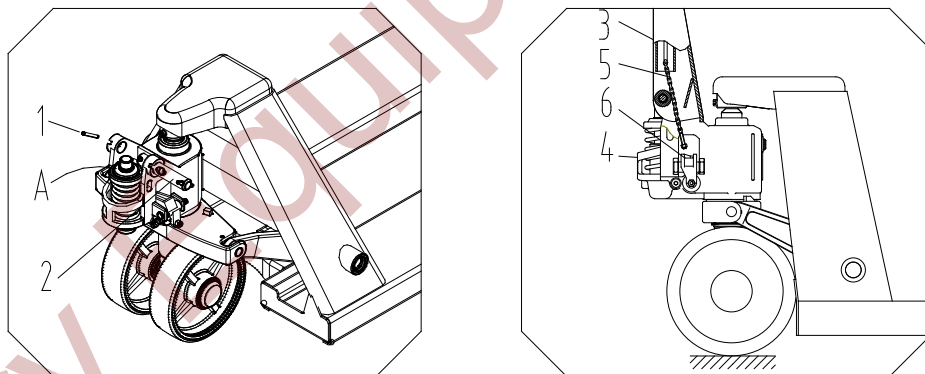

Fig.1 Fig.2
- 3.1 Voir fig. 1, retirer le rouleau à goupilles 2 .